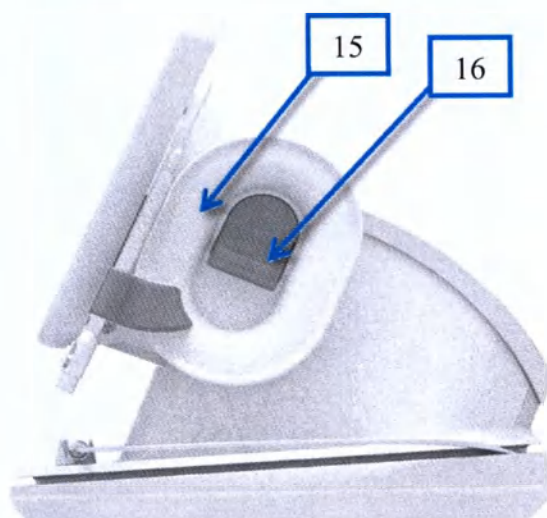
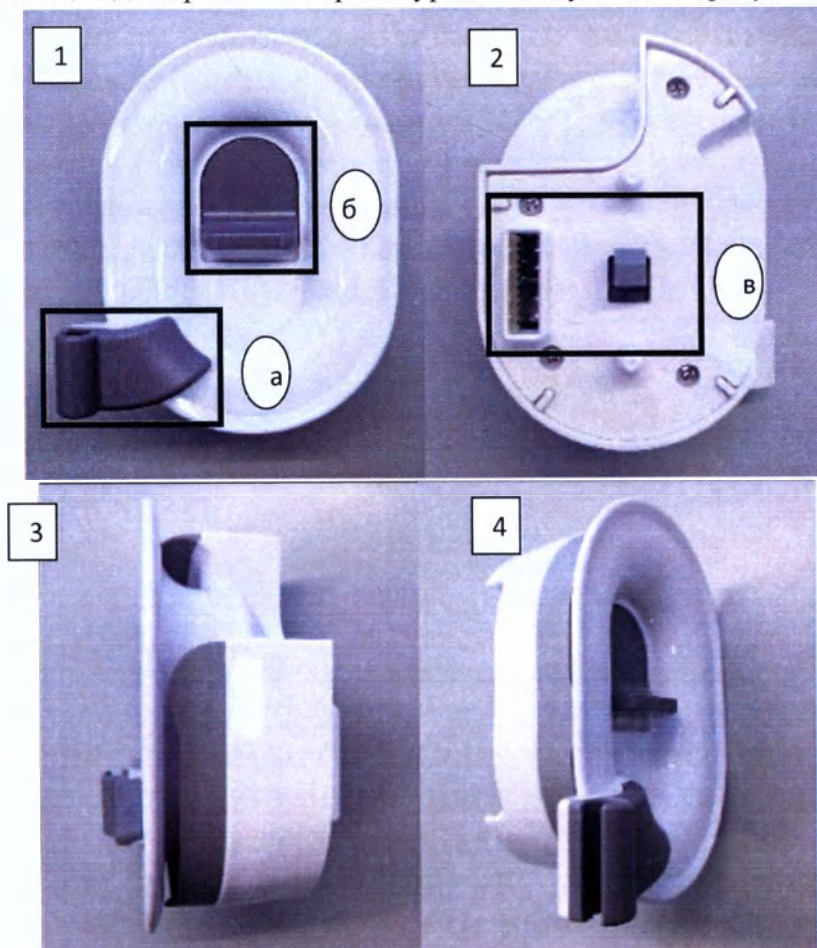

Рисунок 7. Аппарат лазерный хирургический Alta по ТУ 32.50.50–060-18003536-2019, в исполнении Alta-Soyuz. Вид справа
Рисунок 8. Процедурный модуль
Процедурный модуль (рис. 7 (15), рис.8) предназначен для размещения волоконного инструмента и жестко закрепляется на корпусе Аппарата.